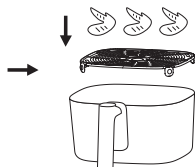

рис. 14
хрустящей корочки, и установите надлежащим образом решетку для создания хрустящей корочки в корзину для жарки (с четырьмя ножками, обращенными вниз) (рис. 14).
③ Положите замаринованные куриные крылышки ровным слоем на решетку для создания хрустящей корочки (рис. 14).